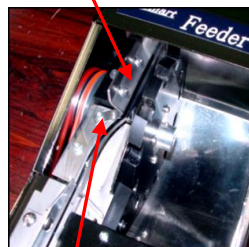

図5
2 整列ユニットの調整 (図5参照)
1) 予備整列体溝幅調整 (図5 参照)
2) 整列ユニットのビス通過幅調整 (図5参照)
4) ⑪-1 振動部の送り速度が、ホッパー内ネジ量で変化する場合の調整方法
振動部の最適な振動数は、最も振動(振れ幅)が大きくなる点(共振点)より⑪ボリュームを少し左側へ回したポイントにあり、更にホッパー内ネジ量の変化に対し、送りスピードが影響を受けにくいところへ、⑪を調整します。(図5&図11参照)